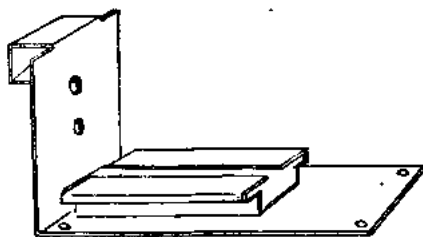

图 4
i. 三个部分完成后, 先将台虎钳底座如图 4 所示装在右虎口部分底板上, 对准上下小孔用铆钉铆好。